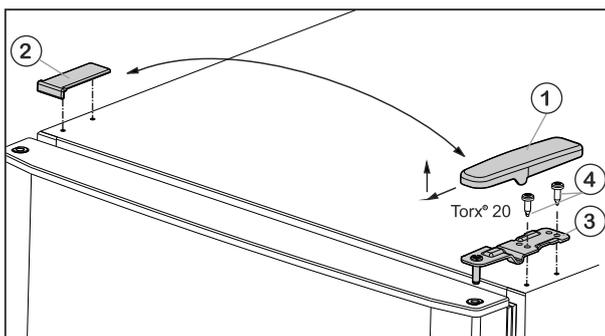

Fig. 5
- ▶ Enlever le cache Fig. 5 (1) vers l'avant et vers le haut.
- ▶ Retirer le cache Fig. 5 (2).
- ▶ Dévisser le support d'appui supérieur Fig. 5 (3) (2 Torx® 20) Fig. 5 (4) et retirer vers le haut.
- ▶ Placer le support d'appui supérieur Fig. 5 (3) sur le nouveau côté charnière de porte.
- ▶ Revisser le support de palier (en appliquant un couple de 4 Nm) (2 Torx® 20) Fig. 5 (4). Utiliser au besoin une visseuse sans fil.
- ▶ Remettre en place l'habillage Fig. 5 (1) du côté opposé depuis l'extérieur et l'enclencher.
- ▶ Remettre en place l'habillage Fig. 5 (2) du côté opposé depuis le dessus et l'enclencher.